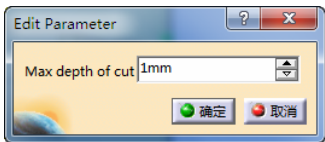

图 6-35 “Edit Parameter” 选项卡（2）
● 双击“Max depth of cut”, 在弹出的“Edit Parameter”对话框选项卡 (2) 中输入“1mm”, 如图 6-35 所示。